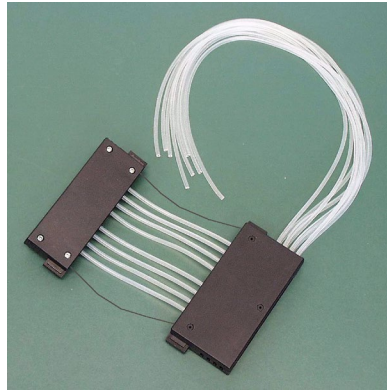

Figure 5-48. Vérification que la tubulure n'est pas piégée
13. Assurez-vous que la tubulure n'est pas piégée ou tordue entre le fond et le cache supérieur de la partie supérieure de la cassette de distribution (Figure 5-48).